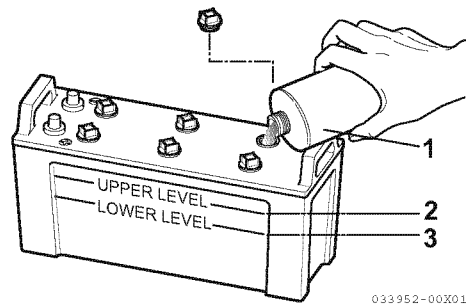

Abbildung 5
1. Den gelben Deckel vom Ölfüllstutzen abnehmen (1, **Abbildung 5** auf Seite 26) abnehmen. Die Ablassstopfen (rechts und links) im unteren Teil der Ölwanne entfernen und Motoröl ablassen.
4. Wenn der Stand unter dem Mindestfüllstand (3, **Abbildung 5**) liegt, mit (handelsüblichem) destilliertem Wasser (1, **Abbildung 5**) bis zur oberen Markierung (2, **Abbildung 5**) der Batterie nachfüllen.